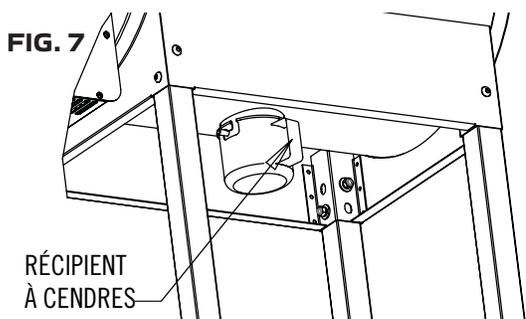

FIG. 7
1. Monter le réceptif à cendres comme indiqué à la Fig 7. Ne jamais utiliser le barbecue sans y monter le réceptif à cendres.